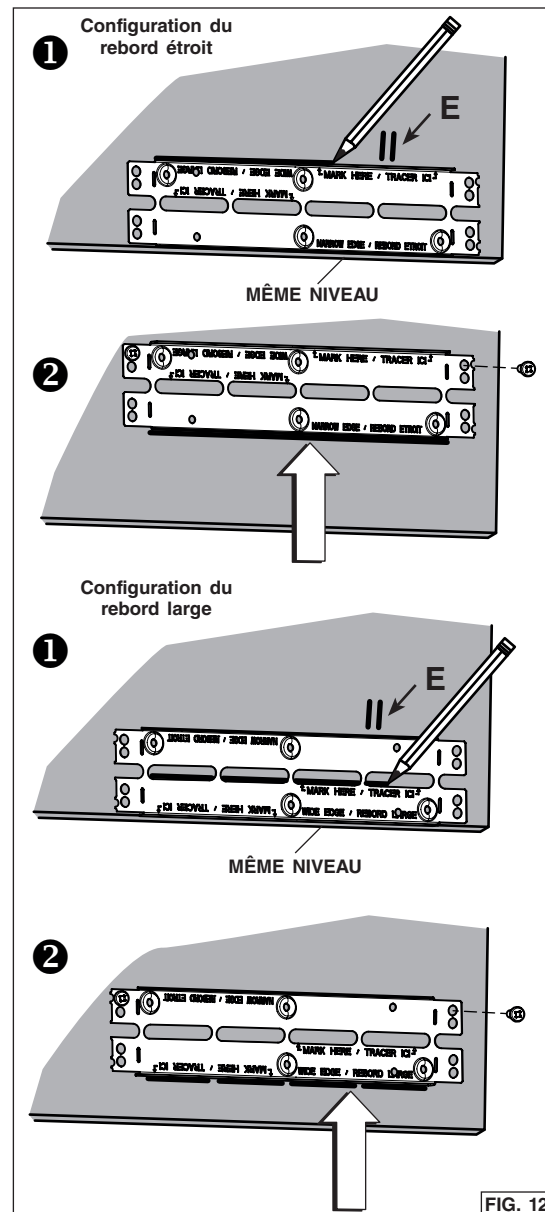

FIG. 12
5. Repérer l'emplacement des crochets *Ease of Install* sur l'appareil (distance donnée à partir du rebord avant, FIG. 11). Mesurer et marquer, sur les deux côtés de l'armoire, l'emplacement des crochets *Ease of Install* (illustré en **E** dans la FIG. 12 en page suivante).
6. Installer les supports d'armoire comme suit (FIG. 12):
- ❶ Placer le support au même niveau que le bas du panneau droit de l'armoire, en centrant la marque de l'emplacement des crochets (**E**) entre les trous en relief inférieurs. Pour la configuration du rebord étroit, tracer une ligne sur le dessus du support. Pour la configuration du rebord large, tracer une ligne à la base des fentes centrales.
- ❷ Monter le support au même niveau que la ligne tracée. Fixer le support au panneau de côté de l'armoire à l'aide de 2 vis à bois n° 8 x 5/8 po (incluses dans le sac de pièces) dans les trous supérieurs.